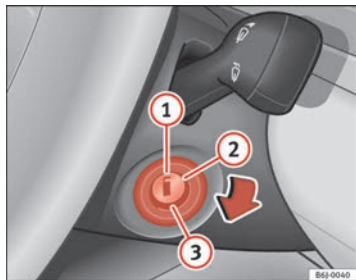

Fig. 94 Posizioni della chiave d'accensione
In questa posizione ⇒ fig. 94 sia il motore che il quadro sono spenti e si può inserire il bloccasterzo.
- Girare la chiave fino alla posizione ⇒ pag. 136, fig. 94 ②. La spia  si accenderà nel caso di preincandescenza del motore.
- Quando la spia si spegne, mettere in moto girando la chiave nella posizione ③, senza dare gas.
- Girare la chiave fino alla posizione ⇒ pag. 136, fig. 94 ①.